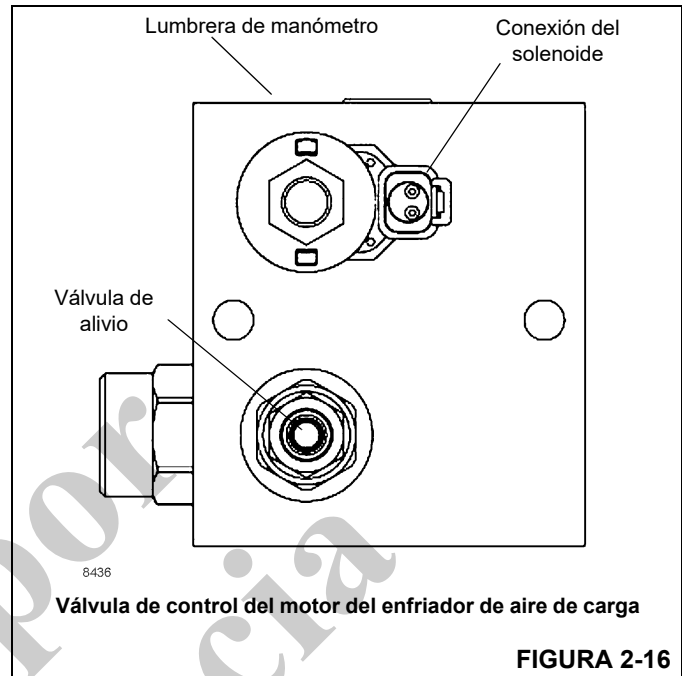

FIGURA 2-16
1. Instale un acoplador de desconexión rápida para diagnóstico y revisión de presión (Parker PD240) con manómetro en la boquilla de prueba de la válvula de control del motor del enfriador de aire de carga (Figura 2-16).